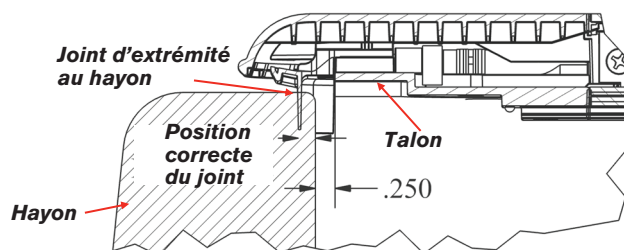

FIG. 6A
- Fermer le hayon; tirer les rails vers celui-ci pour régler la position des joints d'extrémité et assurer une fermeture étanche du hayon. Un moyen efficace de bien positionner ces joints est de laisser un espace de 6 mm entre le talon du rail et le hayon (Fig. 6A).